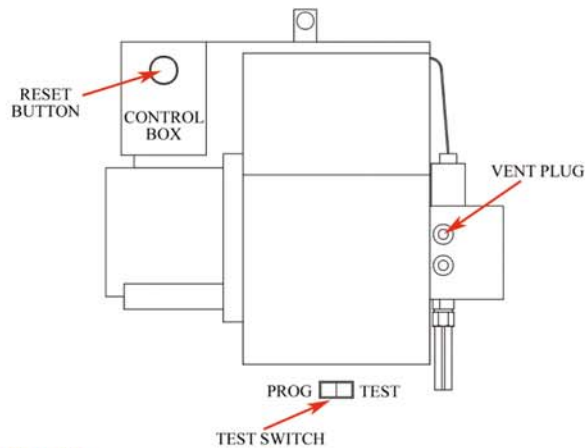

Fig. 25
11. PRIMING THE BURNER (Fig. 25)